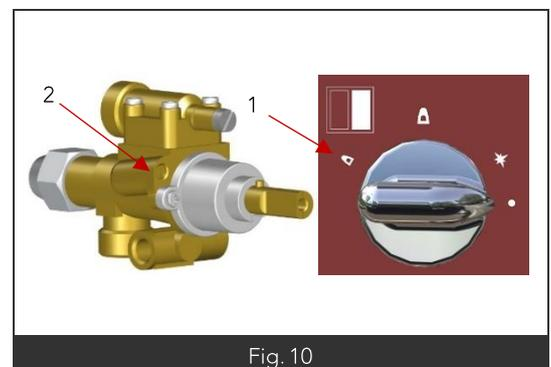

Fig. 10
- Mettre la position ralenti (Fig10 Rep1)
- Débloquent la bague d'air (Fig10 Rep3)
- Régler la distance « d » (Fig10) en fonction des données du tableau ci-dessus (paragraphe 4.1)